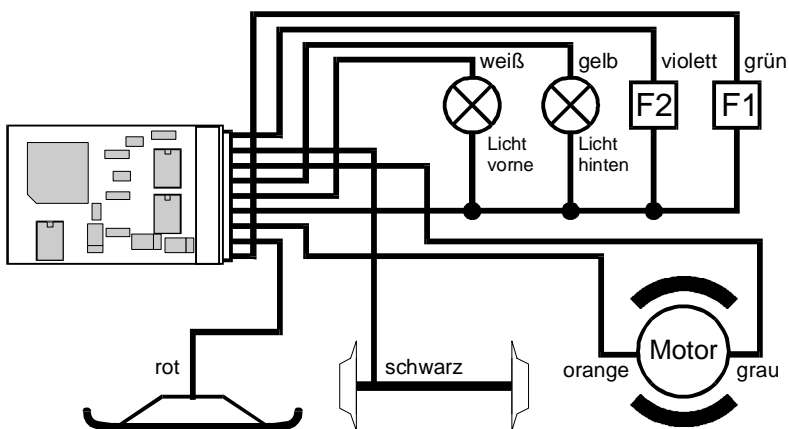

Bild 2
2. Die Funktionen in der Lokomotive sind mit ihrem gemeinsamen Anschluß potentialfrei (also gegen Radschleifer und Gehäuse isoliert). Die Verdrahtung für diesen Fall sehen Sie in Bild 2.
Sind die Glühbirnen oder zusätzliche Funktionen nicht elektrisch mit dem Chassis der Lokomotive verbunden (wir nennen diese "potentialfrei"), so schließen Sie den anderen Pol der Lampen bzw. der Funktionen an das blaue Kabel an, sehen Sie hierzu Bild 2.